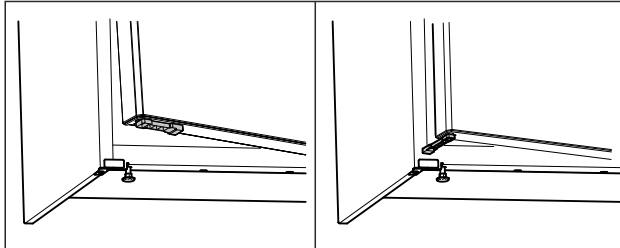

Fig. 58 \*
- ▶ Türöffnungsbegrenzer um 90° drehen. (siehe Fig. 58) \*